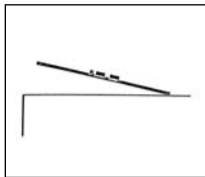

Fig. 6 : Montage du micro sur une plaque de plexiglas
- monter le micro bien centré sur une plaque de plexiglas de 1 x 1 m environ et orienter la plaque de plexiglas sur la source sonore voulue (voir Fig. 6), ou